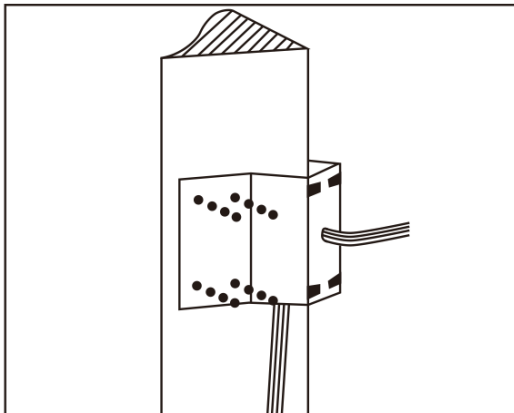

图13
c. 如图13所示，将电源、视频/控制、报警三组电缆穿过角装底座的中心孔、防水胶及支架的中心孔，留出足够的接线长度，并将角装底座用M8螺母紧固在墙壁上。